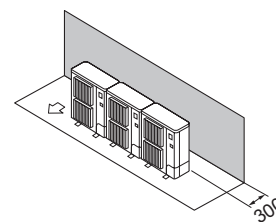

Fig. 2-12
- ① Obstacole numai în spate (Fig. 2-12)